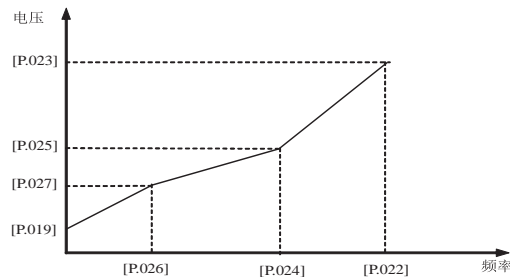

图 5-8 V/F 多点自定义曲线
P.022 ~ P.027 功能参数用于用户在自设定 V/F 曲线时, 灵活的频率、电压对应点设定。参见图 5-8